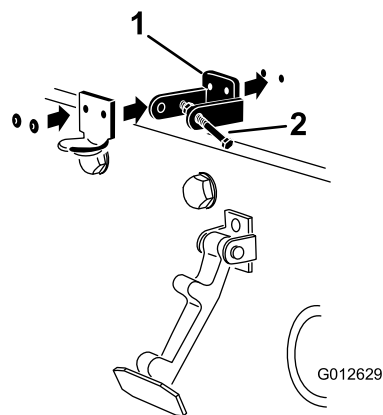

Figura 9
4. Ao alinhar os furos de montagem, posicione o suporte do trinco CE e o suporte do trinco do capot no capot (Figura 9).
6. Aplique rebites nos suportes e nas anilhas ao capot (Figura 9).